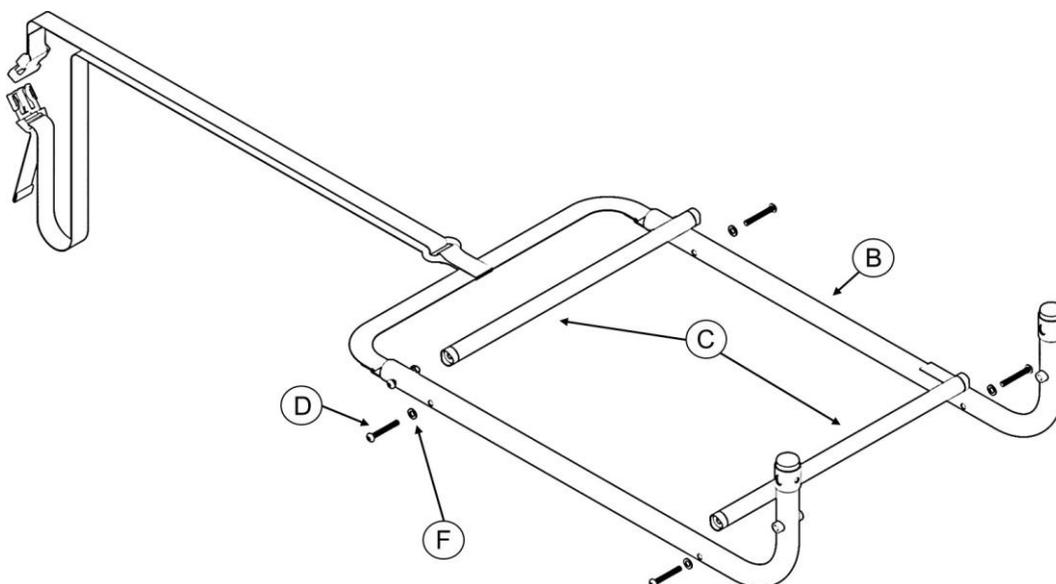

Figure 2
4.1 À l'aide de l'outil fourni (J), fixez C à D et F à B comme indiqué sur la figure 2.